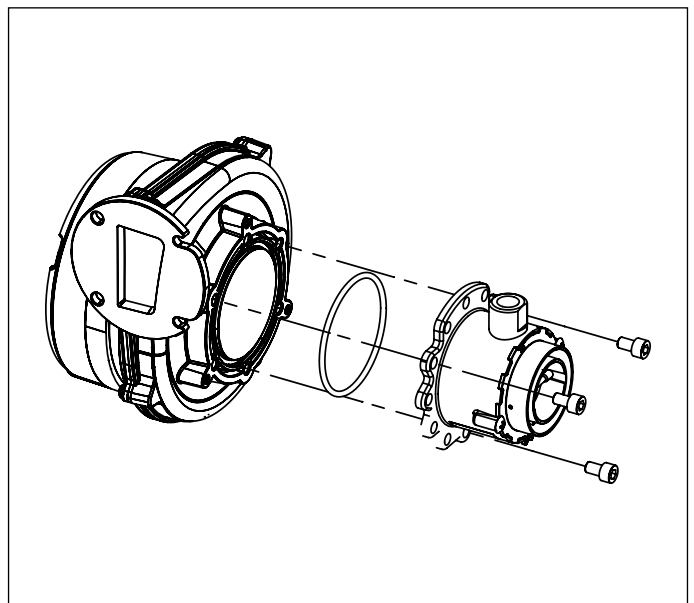

Abb. 27 Gas-Luft Mischeinrichtung
- Die Mischeinrichtung nach dem Lösen der drei Innensechskantschrauben entfernen (siehe Abb. 27 Mischeinrichtung).